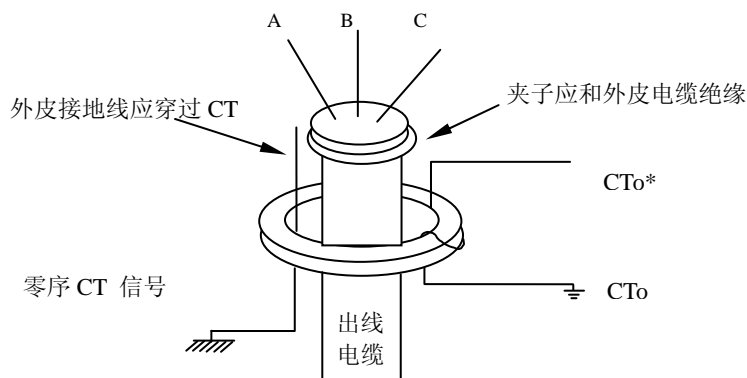

图 6.2
a) PT 信号采用开口三角形接线方式，CT 信号采用套装零序 CT 的方法，且极性面朝上，零序 CT 二次非极性端接地。如图 6.2 所示